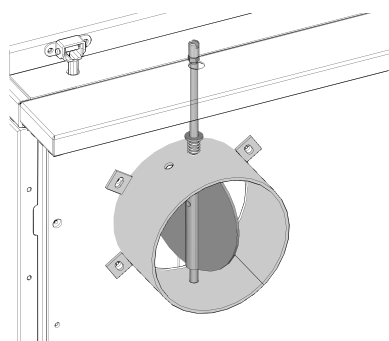

Fig. 5 Clapet d'étranglement ouvert
- doit toujours être en position d'ouverture lors du préchauffage – Fig. 5.
La fente sur le bouton de commande indique la position du clapet d'étranglement. Position de fente = position de clapet. Pour préchauffer le four, ouvrir complètement le clapet d'étranglement – Fig. 5 Tourner complètement le clapet d'étranglement une fois tous les 15 jours. Ceci évite les dépôts de suie.